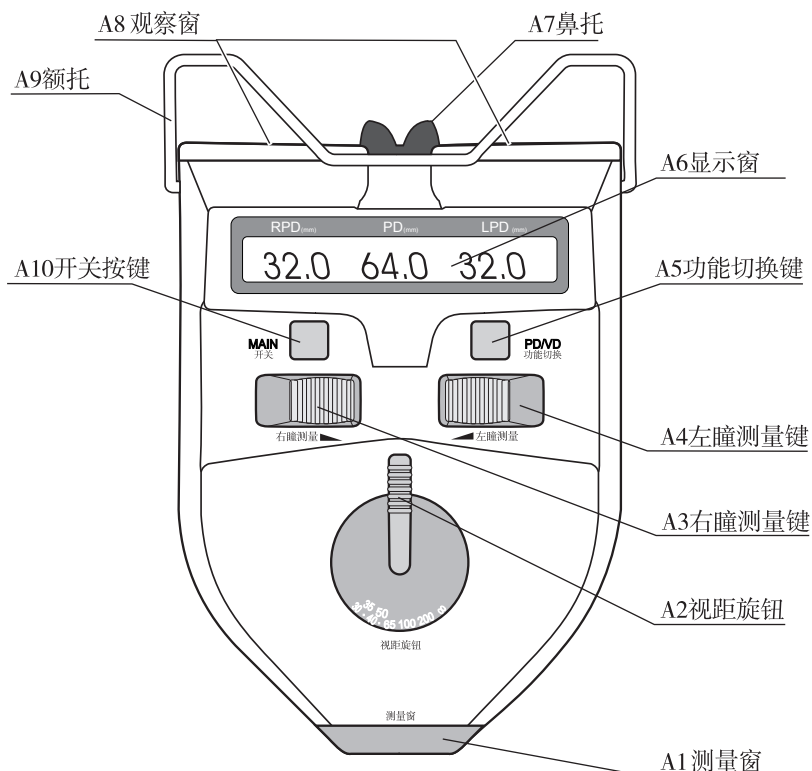

图 1
5.1 前面板说明（图 1 所示）
e. 当需要检测不同视距的瞳距时，先扳动图1中的序号2（视距旋钮）到指定视距，再进行瞳距的测量。本仪器共设置有30cm、35cm、40cm、50cm、65cm、1m、2m、 ∞ 等不同视距档位。